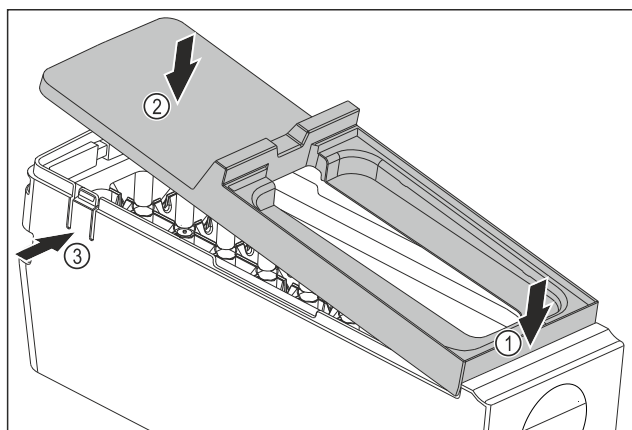

Fig. 81
- Montáž krytu korpuse EasyTwist-Ice: Nasadte kryt na přední stranu. Fig. 81 (1)
- Spusťte kryt vzadu dolů. Fig. 81 (2)
- Kryt slyšitelně zaklapne v obou lamelách Fig. 81 (3).